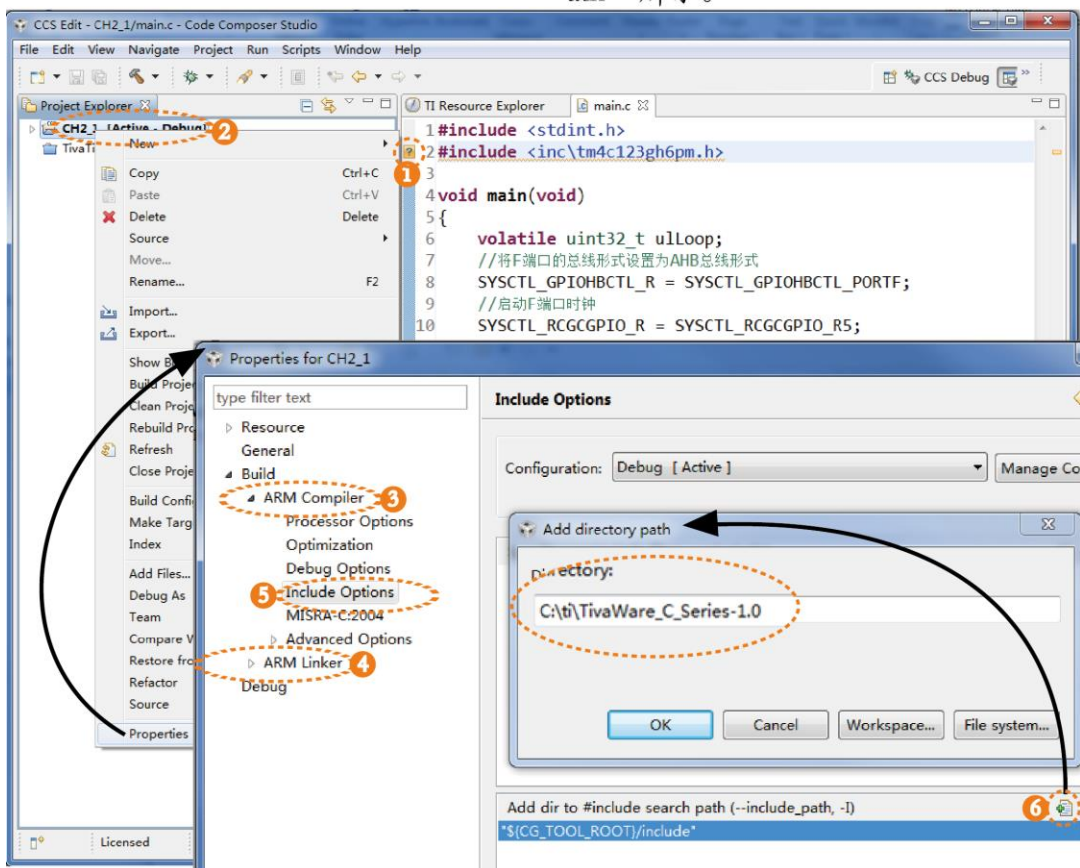
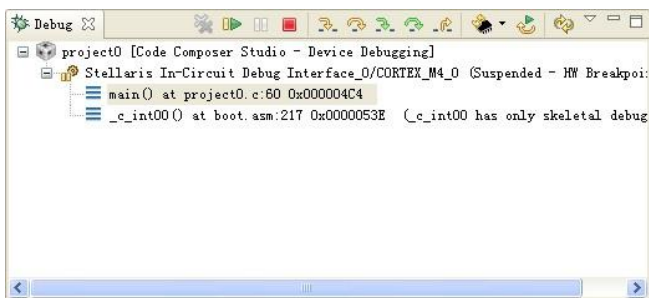

图 2-11 编译包含路径的设置
图 2-12 CCS Debug 功能框
- (5) 写完代码之后，没有做工程编译属性设置前，你会发现如图 2-11 中标识（1）所示的 CCS 中桔黄色？和对应代码内容下面有桔黄色波浪线。CCS 的内置自动包含文件路径检查功能，不能通过已有编译设置找到的头文件都会被标识。如果不做任何设置，就直接点击绿虫子，编译器会报告头文件找不到的错误。根据的提示，完成工程编译属性设置，再回到 CCS 的 main.c 的代码里，可以观察到原来的黄色的？标记已经消失，表示头文件包含路径设置完成了。
- (6) 点击绿虫子，实现编译、链接和下载可执行代码到目标设备。
- (7) 完成编译和下载过后，程序会停留在 main 函数的第一句话上，等待下一步的调试动作。通过 run-resume、F8 或者 Debug 调试框中的开始按钮都能够执行后续代码，也可以通过单步调试观察 GPIO 的寄存器的被修改状态，如图 2-12。
- (8) 执行后可以观察到三色 LED 灯的闪烁。
① 编译器在未找到正确路径时会以“?”提示。
② 黑色加粗字体表示当前 Active 的工程，右击工程名得到快捷菜单，单击其中“Properties”选项得到图示“Properties for CH2\_1”窗口。
③ ARM Compiler为编译特性设置。
④ ARM Linker为链接特性设置。
⑤ Include Options为头文件包含路径设置。
⑥ “Add dir to #include search path”中的“”单击后可添加新的头文件路径。如对话框“Add directory path”所示。